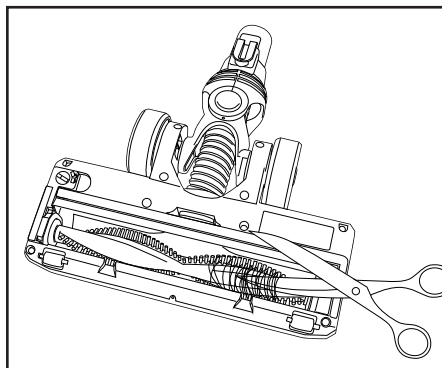

Fig. 3
2. Use tijeras para quitar la acumulación de estos materiales enredados en el cepillo giratorio (fig. 3).